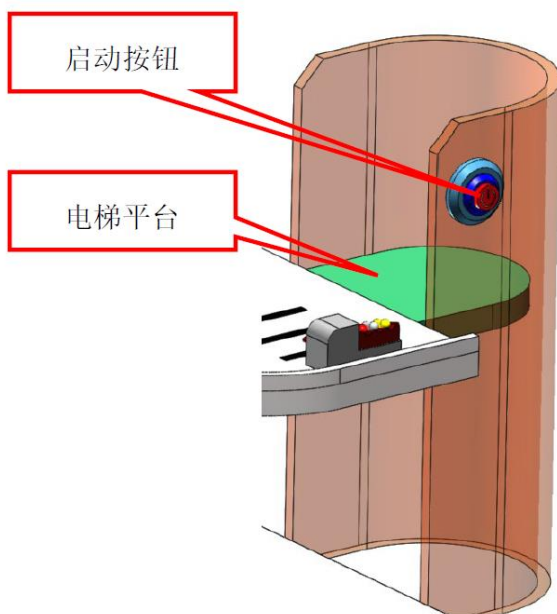
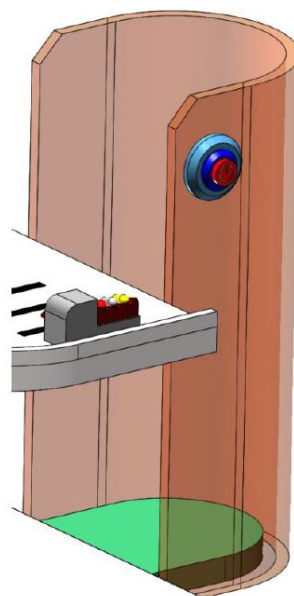

图 10 电梯初始位置
图 11 电梯下降到一层状态
3.4.1 场地一侧放置一部电梯，电梯初始位置在二层，电梯上有启动按钮，如图 10 所示，竞赛选手使用鼠标点击启动按钮，2 秒后电梯会自动下降到一层，如图 11 所示。电梯下降至一层后，会停留在一层，再次点击启动按钮则会上升至二层。后以此逻辑变换位置。